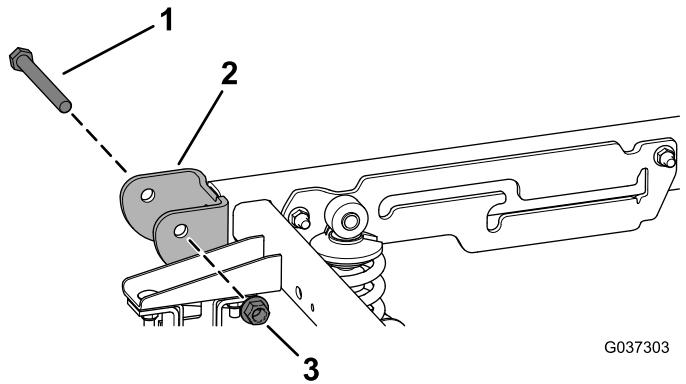

图4
5. 从机器后部的枢轴支架拧下 2 个枢轴螺栓 ($1/2 \times 4\frac{1}{2}$ 英寸) 和 2 个锁紧螺母 ($1/2$ 英寸) (图4)。